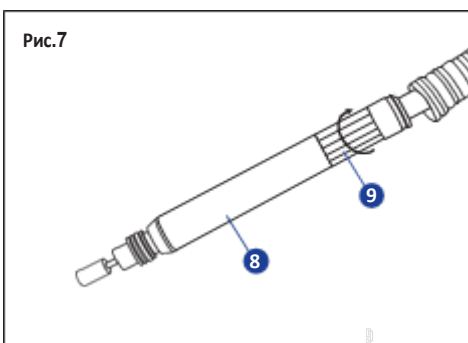

Рис.7
Крепко возьмите гравер (8) руками и медленно поверните выключатель / регулятор скорости (9) по часовой стрелке, чтобы запустить инструмент (Рис. 7).